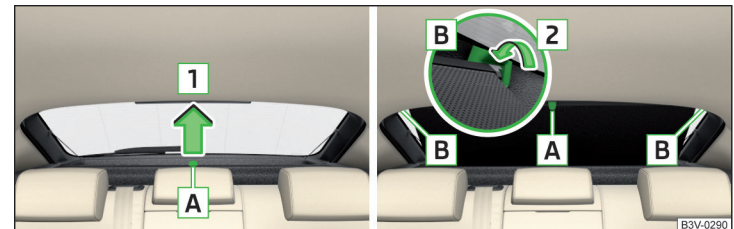

Abb. 79 Sonnenschutzrollo
- Zum **Abblenden** das Rollo am Griff **A** in Pfeilrichtung **1** herausziehen und in die magnetischen Halter **B** in Pfeilrichtung **2** einhängen » Abb. 79.
- Zum **Einrollen** das Rollo am Griff **A** greifen und aus den Haltern **B** entgegen der Pfeilrichtung **2** herausnehmen » Abb. 79. Das Rollo so halten, dass dieses langsam und ohne Beschädigung einrollen kann.